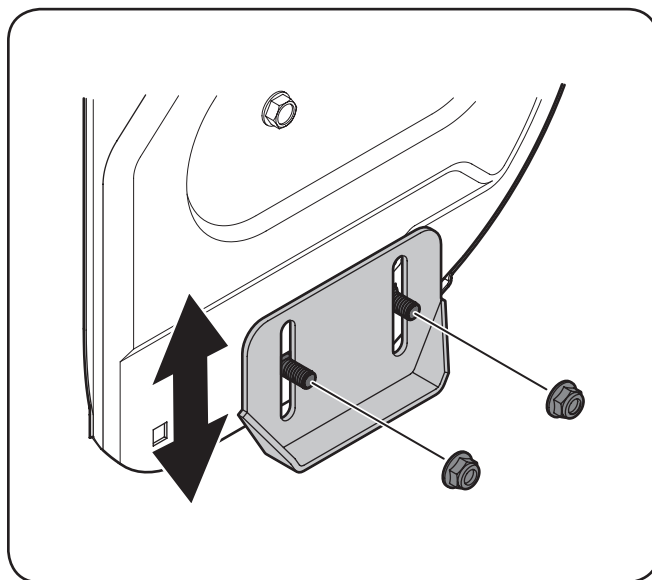

Figura 3-9
1. Afloje las cuatro tuercas hexagonales (dos en cada lado) y los pernos del carro. Mueva las zapatas antideslizantes a la posición deseada. Consulte la Figura 3-9.